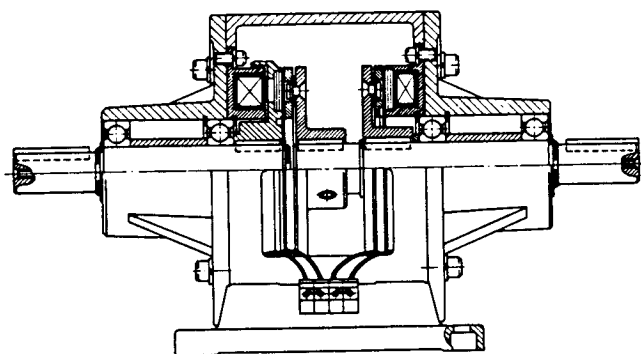

図20
- (17) 六角穴付きボルト㉑を締めて、軸受カバー㉒をハウジング⑫に固定する。
- (18) 最後に、クラッチ・ブレーキの空隙aを確認して、リード線㉓を端子台㉔に確実に接続する。(図20)